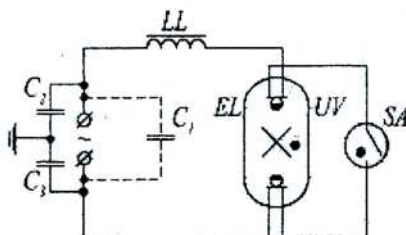

Рис. 2.
2.1. Лампы мощностью 40 и 80 Вт включаются в сеть переменного тока частоты 50 Гц напряжением 220 В, мощностью 15 и 20 Вт - 127 В по схеме, приведенной на рис. 2.